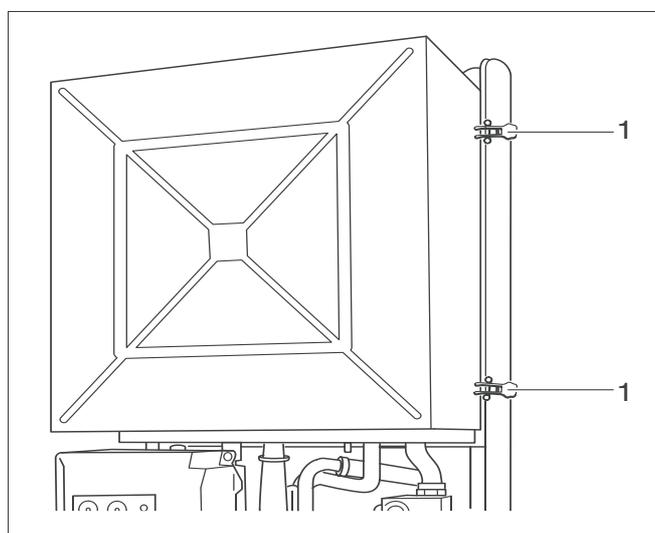

Fig.30
- Togliere il coperchio della camera di combustione, allentando le 4 cerniere (Fig. 30, pos. 1).